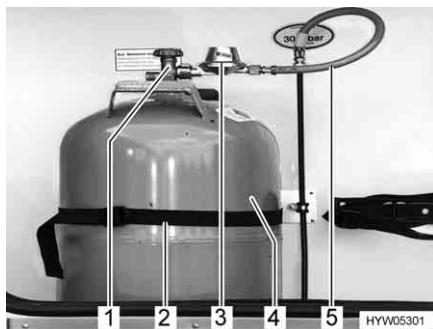

Fig. 82 Vano portabombole
- Chiudere la valvola principale di arresto (Fig. 82,1) della bombola del gas (Fig. 82,4). Osservare la direzione della freccia.
- Svitare manualmente il regolatore di pressione del gas (Fig. 82,3), con il tubo del gas (Fig. 82,5), dalla bombola del gas (filettatura sinistrorsa).
- Allentare le cinghie di fissaggio (Fig. 82,2) ed estrarre la bombola del gas.